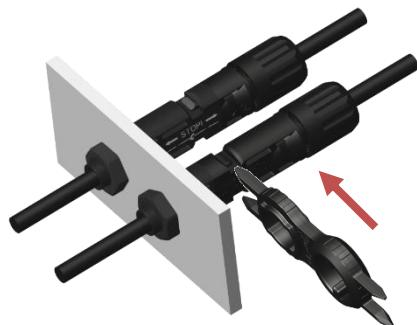

Figure 22
- ✧ 使用组装工具(类似 JKT-05)带有插销的一端插入连接器的卡扣位置 (如图 22)
Insert the forks into the buckle of the cable connector by the assembly tool such as tool JKT-05 (Fig. 22)